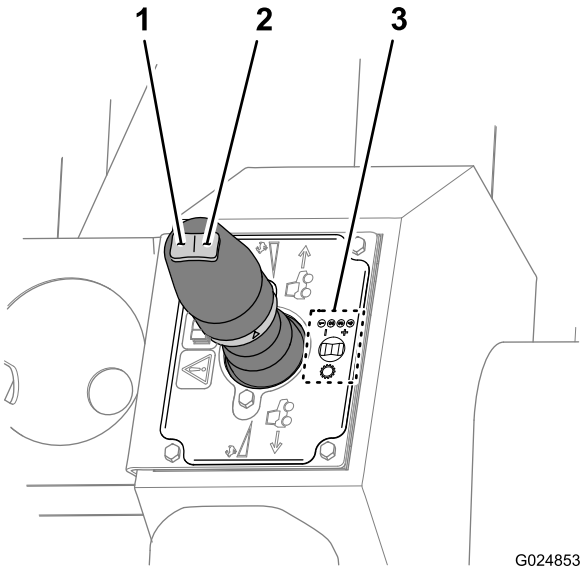

Figura 48
- Per selezionare una marcia superiore, premete il pulsante di cambio a una marcia superiore (destra) sull'interruttore a bilanciere (Figura 48).
- Per selezionare una marcia inferiore, premete il pulsante di cambio a una marcia inferiore (sinistro) sull'interruttore a bilanciere (Figura 48).